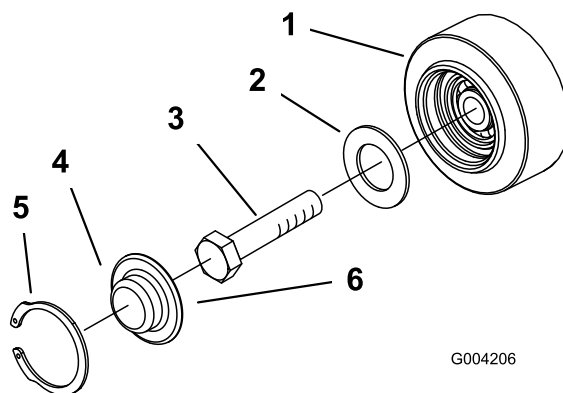

Figura 49
3. Rimuovere l'anello elastico e il tappo da una ruota non motrice (Figura 49).
4. Controllare il grasso sotto il tappo e attorno alla guarnizione (Figura 49). Se risulta sporco, sabbioso o consumato, eliminarlo completamente, sostituire la guarnizione e applicate del grasso nuovo.